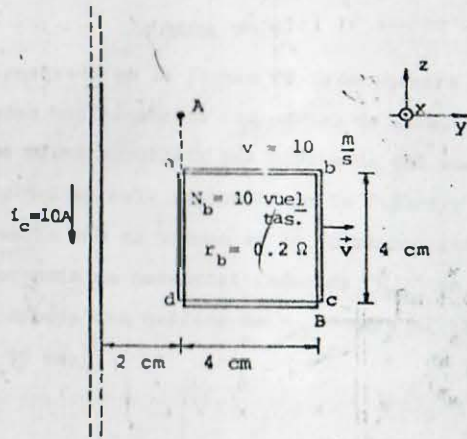

FIGURA P6.3
6.3 En la figura P6.3 se muestra parte de un conductor recto y muy largo y una bobina de espiras cuadradas cuyas terminales se han unido. El conductor y la bobina se encuentran en un mismo plano. La bobina tiene una resistencia total de  $0.2 \Omega$  y se mueve con una velocidad  $\vec{v} = 10 \hat{y} \frac{m}{s}$ , como se muestra en la figura mencionada. Para la posición mostrada, calcule: